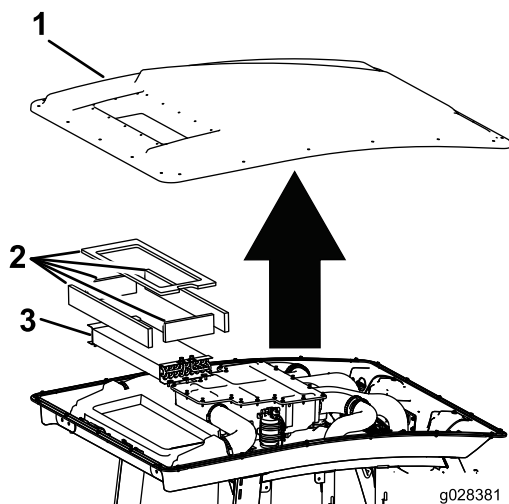

図 55
3. キャビンの屋根を止めているボルト22本を外して屋根を外す 図 55。
4. エアフィルタを取り外す 図 55。
5. エアコンのコイルを外して清掃する 図 55。